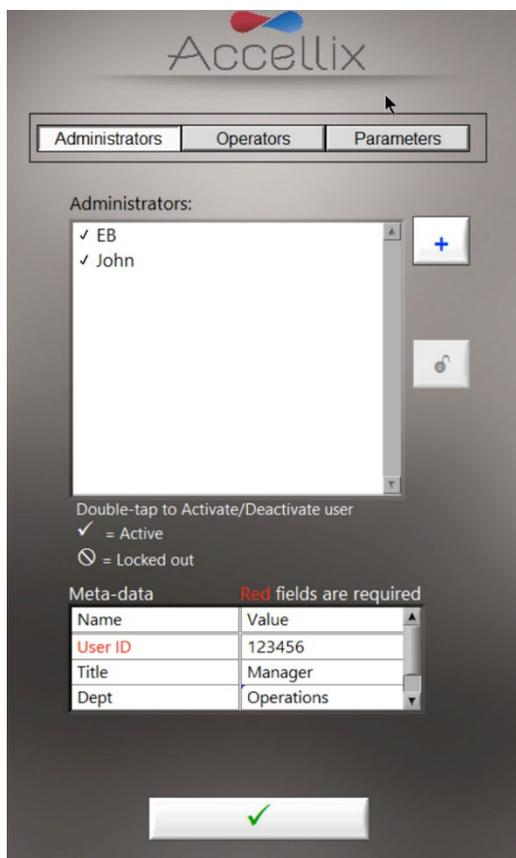

图 8: 显示管理员用户示例 (含元数据示例) 的人员屏幕
1. 轻触 **Personnel** (人员) 图标 。显示 **Personnel** (人员) 屏幕 (图 8):